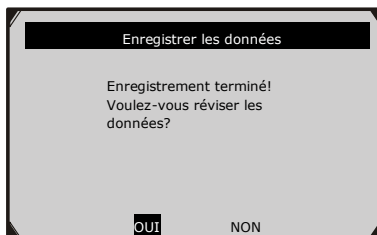

Figure 5.27
- 8) L'appareil de diagnostic enregistre des données PID jusqu'à ce que l'utilisateur appuie sur la touche **ESC**, que l'emplacement soit plein ou que l'enregistrement soit terminé. Un message s'affiche vous invitant à réviser les données. (Figure 5.27)